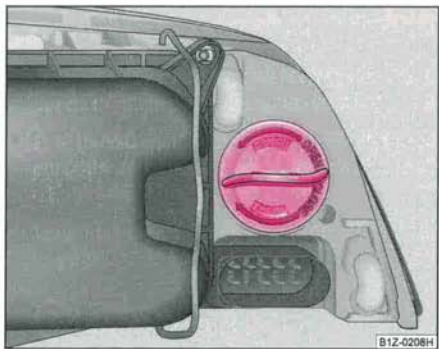

Fig. 223 Dépose de l'ampoule du clignotant avant
- Faites tourner la douille dans le sens de la flèche **OPEN (ouverture)** et sortez-la en même temps que l'ampoule du clignotant ⇒ fig. 223.